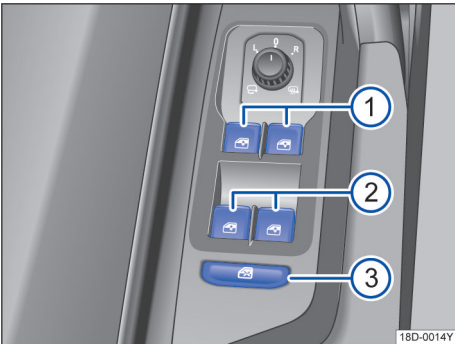

图 29 在驾驶员侧车门内：前部和后部车窗升降器的按钮
→ 图 29 的图例：
安全按钮→ 图 29③ 停用后车门内的车窗升降器按钮。这时按钮中的黄色指示灯亮起。